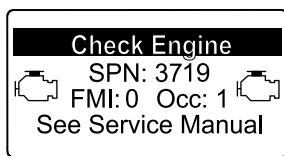

Figura 40
- Avvertenza motore SPN 3719, FMI: 0 (Figura 40)